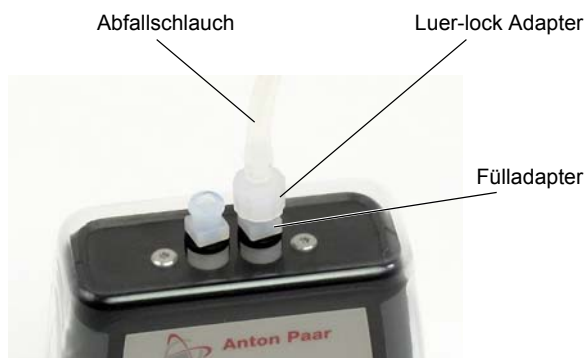

Abb. 6-3: Abfallschlauch angeschlossen
2. Schließen Sie den Luer-lock Adapter am Schlauchende an einen der Fülladapter an, siehe Abb. 6-3.